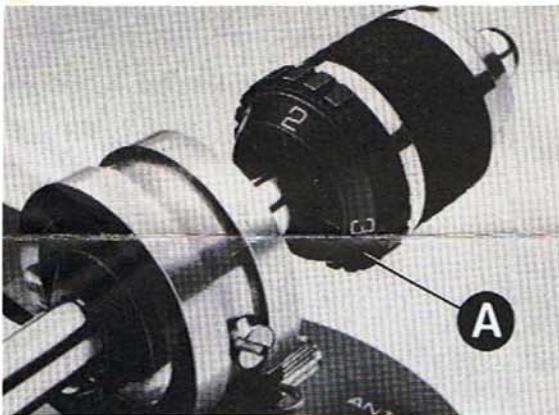

Fig. 1
5. Inserire il contrappeso sulla parte posteriore del braccio P.U. (Fig. 1). Il solco guida a spirale, posto nell'interno del contrappeso, deve incastalarsi sulla sporgenza della parte superiore del tubo. Ciò permette al contrappeso di essere spostato avanti o indietro lungo il braccio avvitandolo o svitandolo semplicemente. Bilanciare il braccio P.U. come specificato nel paragrafo "REGOLAZIONI" (1).
5. Encaje el contrapeso en la parte posterior del tubo del brazo (Fig. 1). La espiral dentro del contrapeso debería alojarse en la proyección en la parte superior del tubo para permitir que el contrapeso sea "rosulado" hacia adelante o hacia atrás a lo largo del tubo.